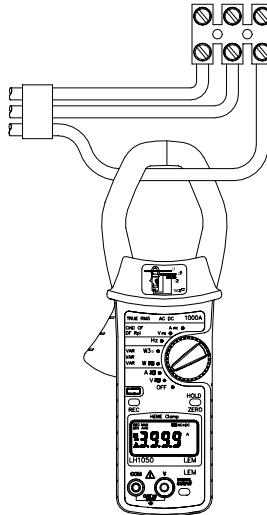

Fig. 2
- Premere la leva di disimpegno per aprire le ganasce e serrarle intorno al conduttore in tensione, come mostrato nella fig. 2.
- Per misurare la frequenza della corrente premere la leva di disimpegno per aprire le ganasce e serrarle sul conduttore sotto corrente, come mostrato nella fig. 2, quindi leggere il display.